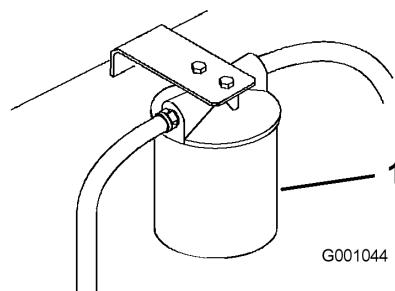

Figura 65
- Coloque un recipiente bajo el filtro, retire el filtro usado y límpie con un paño la superficie de la junta del adaptador del filtro (Figura 65).